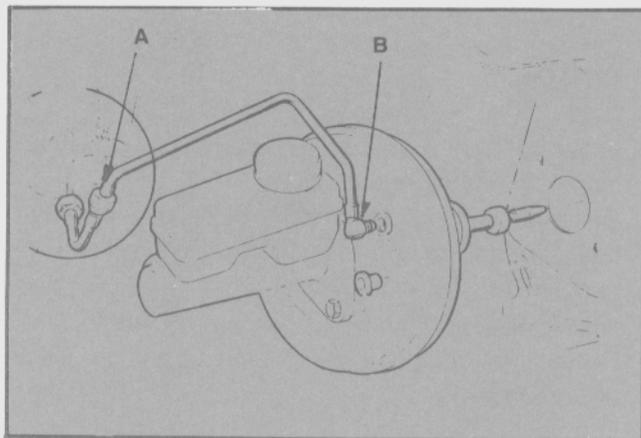

Fig. 68 - A. Válvula de retención
- Extraer el tubo de la válvula de retención automática del filtro de aire y retirar la conexión del múltiple de admisión (Fig. 68).